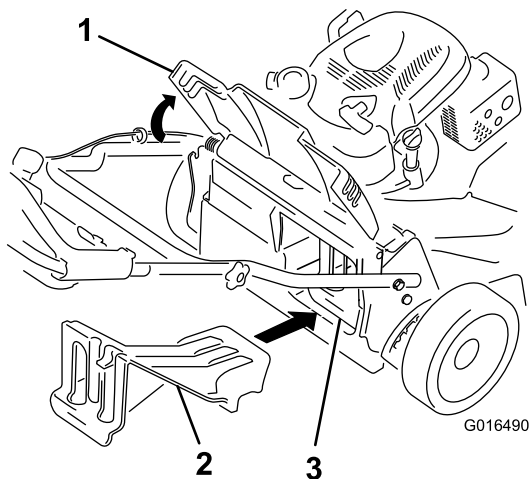

Рисунок 26
- Если не установлена заглушка заднего выброса, возьмите ее за рукоятку, поднимите задний отражатель и вставьте ее в желоб заднего выброса, пока защелка не зафиксируется на месте, см. Рисунок 26.
Внимание: Убедитесь, что задняя выпускная пробка установлена на своем месте, и произведите утилизацию травы и срезанных листьев (Рисунок 26).